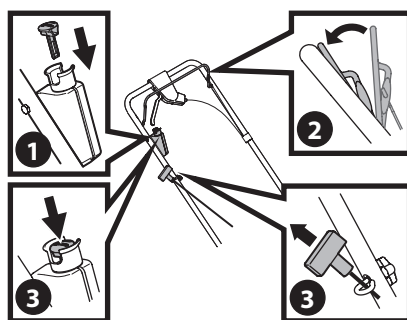

Figure 4
1. **Modèles avec démarreur électrique** : Insérez la clé de démarrage dans le réceptacle sur le côté droit de la partie supérieure de la poignée. Assurez-vous qu'elle s'enclenche bien. (Figure 4).
2. Placez-vous derrière l'appareil et serrez la commande de la lame contre la poignée supérieure (Figure 4).
- **Démarrage électrique (le cas échéant)** : Pressez sur le bouton-poussoir pour démarrer le moteur (Figure 4).